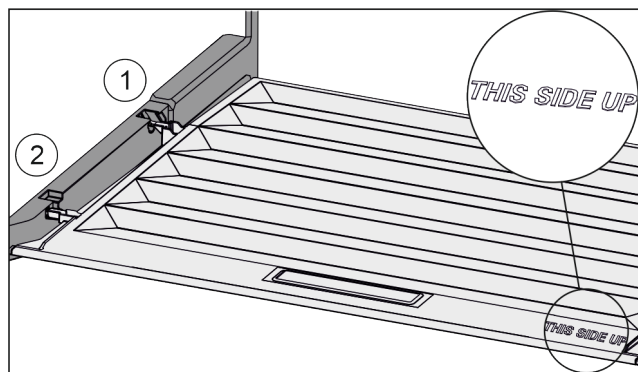

Fig. 97
- ▶ Introduceți nervura capacului prin orificiul suportului posterior Fig. 97 (1) și înclicetați-l în față în suport Fig. 97 (2).